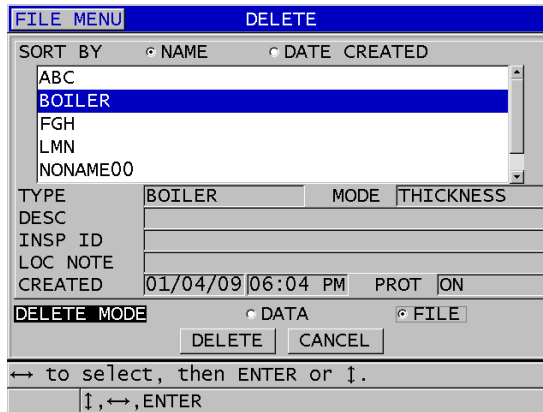

図 11-20 ファイルの削除
3. 削除画面で、以下の操作を行います（208ページの図 11-20）参照）。